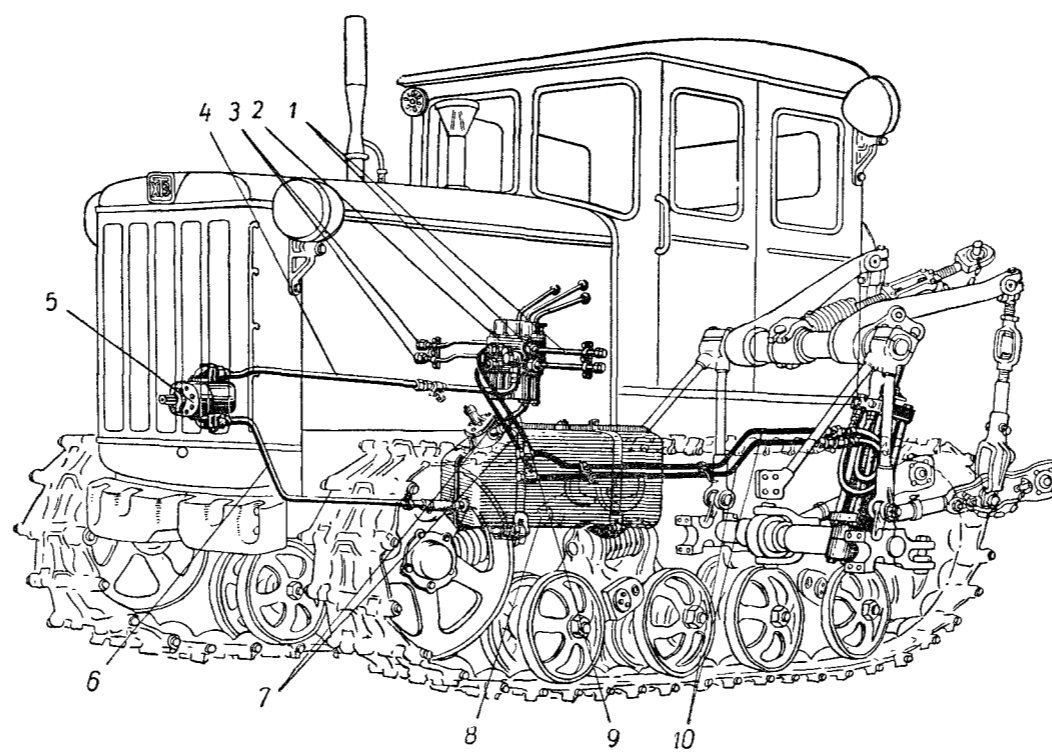

Рис. 47. Гидравлическая система:
и взаимосвязь ее агрегатов во время работы показаны на рис. 47 и 48.
**5. Маслопроводы и арматура.** Все агрегаты системы установлены на тракторе раздельно (рис. 47), в местах наиболее удобных для наблюдения за ними во время работы и для выполнения периодических технических уходов. Между собой агрегаты связаны составными маслопроводами из стальных тонкостенных труб и толстостенных гибких резиновых шлангов с металлической оплеткой. В местах соединения маслопроводов между собой и при присоединении их к агрегатам применена присоединительная арматура: штуцера, поворотные угольники, запорные клапаны, разрывные муфты и пр.